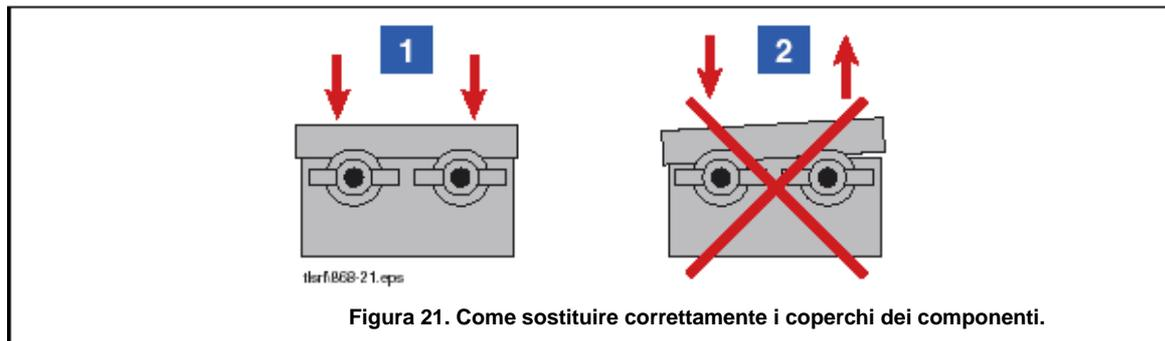

Figura 21. Come sostituire correttamente i coperchi dei componenti.
12. Applicare uno strato di gelatina a base di petrolio all'o-ring nel coperchio e avvitare il coperchio strettamente nell'alloggiamento (vedi Figura 21).
LEGENDA BOX NUMERATI IN FIGURA 21
8. Applicare uno strato di gelatina a base di petrolio all'o-ring del coperchio del ricevitore e avvitare il coperchio strettamente nell'alloggiamento (vedi Figura 21).
6. Applicare uno strato di gelatina a base di petrolio all'o-ring del coperchio del ripetitore e avvitare il coperchio strettamente nell'alloggiamento (vedi Figura 21).